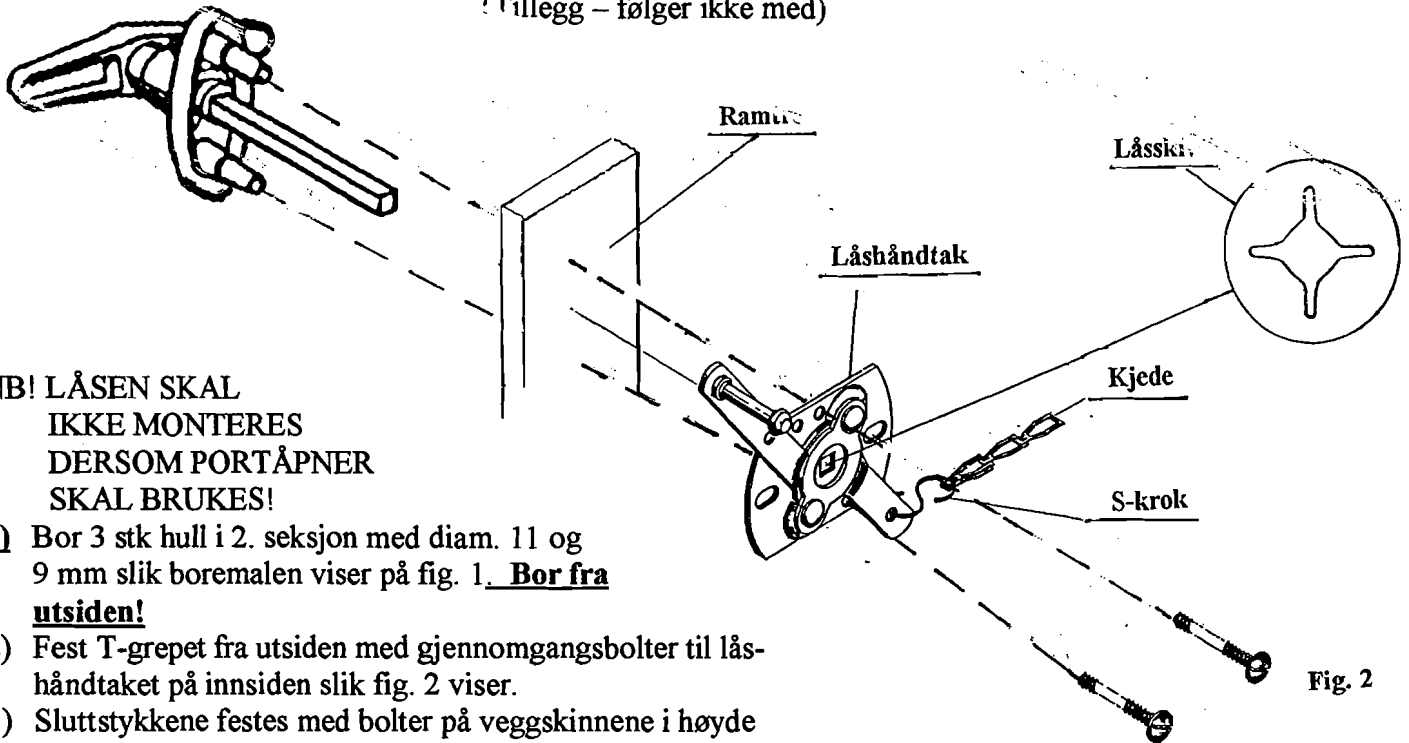

Fig. 2
- 2) Fest T-grepet fra utsiden med gjennomgangsbolter til låshåndtaket på innsiden slik fig. 2 viser.
- 5) Fest 1 "S"-krok til hver av smekklåsene og 2 stk på låshåndtaket på innsiden slik fig. 2 og 3 viser. Kjedet festes mellom "S"-krokene. Stram kjedet slik at smekklåsen frigjøres fra sluttstykkene når T-grepet vrides. Kjede som er for langt klippes bort. Klem "S"-krokene sammen.